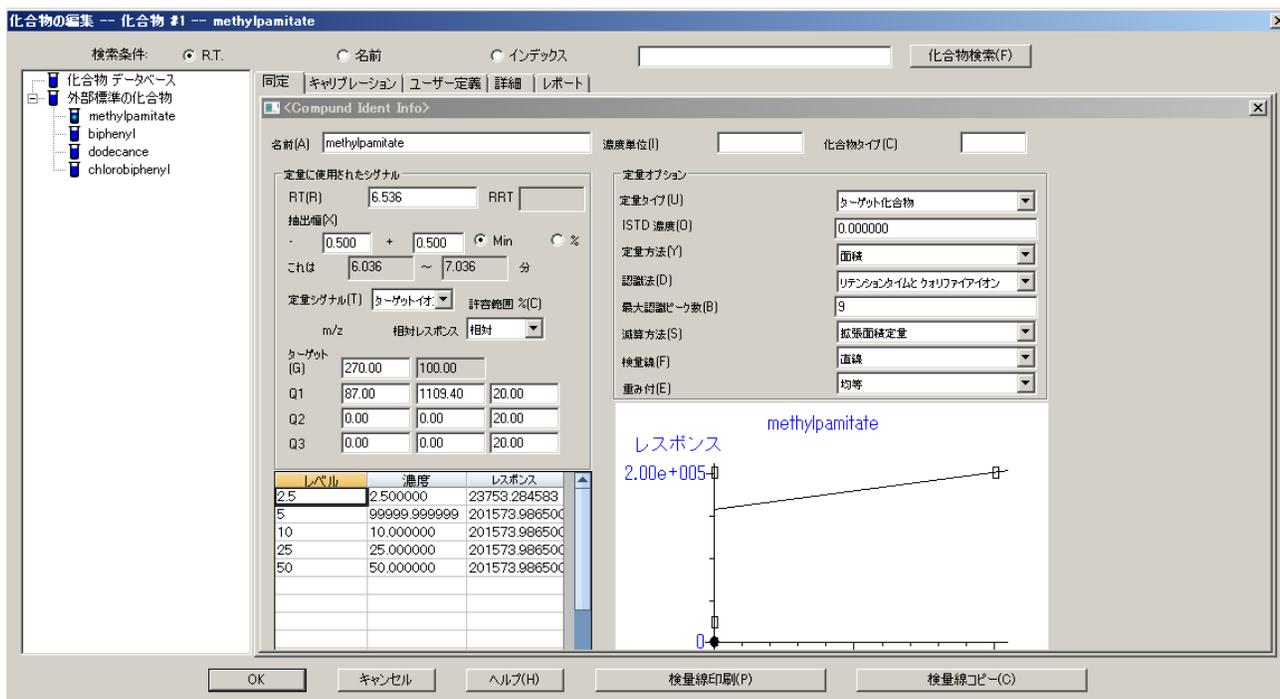

図 45 完了した定量データベース
- 9 すべての濃度レベルが追加されるまで、「**キャリブレーションレベル 5、10、25、50 の検量線への追加**」の上記の手順を続行します。完了した検量線を図 45（118 ページ）に示します。